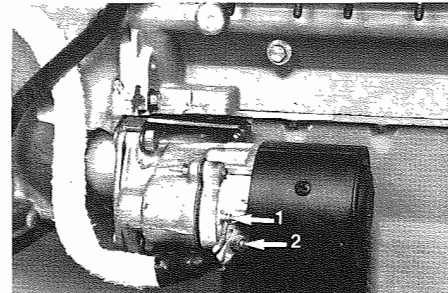
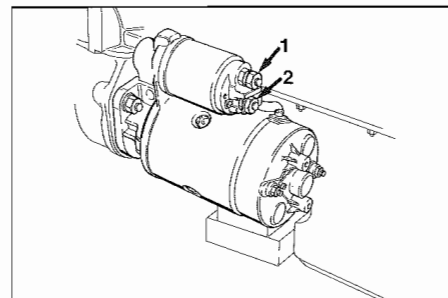

Fig. 25 - Cavi motorino d'avviamento (C. aut.)
Fig. 26 - Cavi motorino d'avviamento (C. mec.)
- Staccare il cavo negativo dalla batteria ed i cavi 1 e 2 dal motorino d'avviamento (**Fig. 25** - Cambio automatico - **Fig. 26** - Cambio meccanico).
- Detach negative cable from battery and cables 1 and 2 from starter motor (**Fig. 25** - automatic transmission, **Fig. 26** - mechanical transmission).